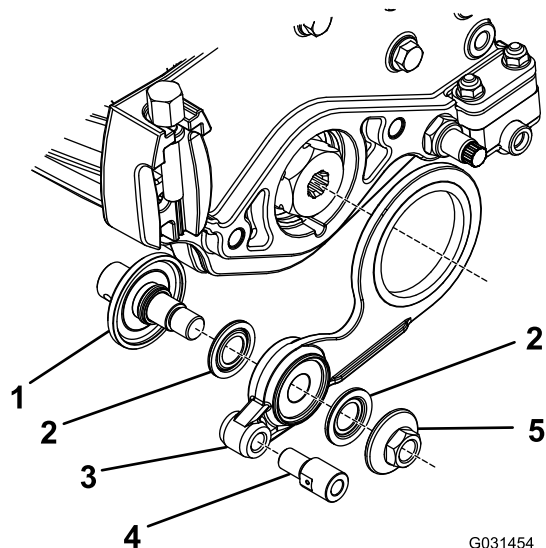

Рисунок 16
1. Установите свободные части на натяжной ролик в сборе, как показано на Рисунок 16.
Примечание: Установите части с 1 по 5 в обратном порядке, если вы устанавливаете натяжной ролик в сборе с противоположной стороны от той, что показана на Рисунок 16.